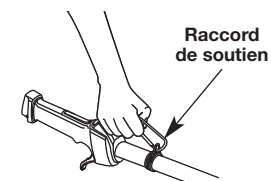

Fig. 19
3. Attachez l'agrafe d'épaule à l'unité (Fig. 19).